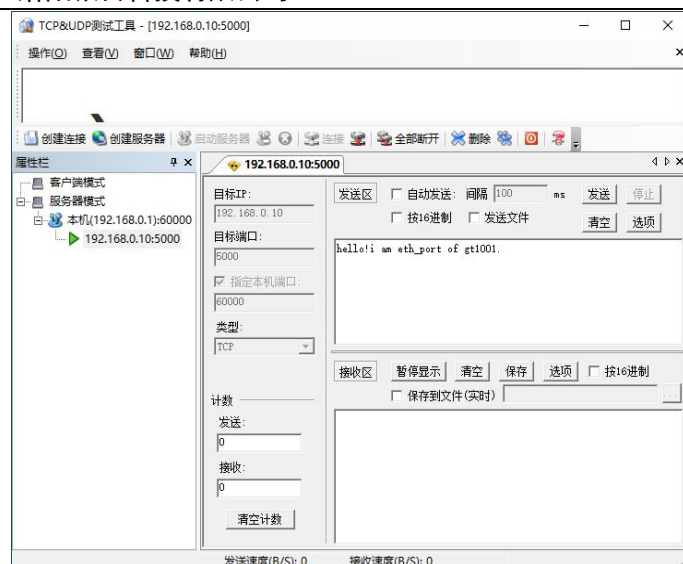

图 17-7 网络传输界面
(3) 点击开启服务器，进入传输界面，如图 17-7 所示。